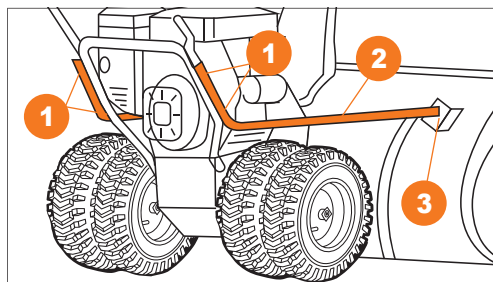

Рис. 28
**DAST 17110** Дополнительно установите усилительные штанги **2** крепления рукояток. Совместите рукоятку панели оператора со штангой и закрепите болтами и гайками **1**. Совместите штангу с креплением ковша **3** и закрепите ее (Рис. 28).